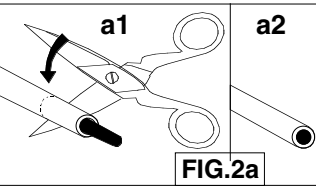

FIG.2a
- Collegare i cavi di alimentazione all'apparecchio rispettando attentamente nell'ordine le istruzioni di figura 2a/2b/2c tramite i morsetti in dotazione e rispettando le polarità. FIG.2a/b/c
- Connect the main cables to the fitting through the provided clamps observing carefully the instructions in the same order as shown in the figure 2c 2a/2b and respecting the polarities. FIG.2a/b/c
- Branchez les câbles d'alimentation à l'appareil en observant attentivement les instructions dans l'ordre indiqué dans la figure 2c 2a/2b, utiliser les bornes fournies en respectant la polarité. FIG.2a/b/c
- Conecte el cable de alimentación al terminal respetando cuidadosamente las instrucciones en el orden de la figura 2a/2b/2c y las polaridades. FIG.2a/b/c